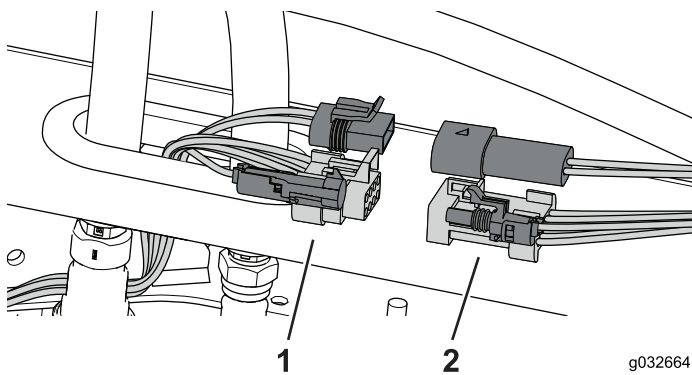

Figura 108
3. Desconecte el arnés de cables de la máquina del arnés de cables de la cabina (Figura 108).